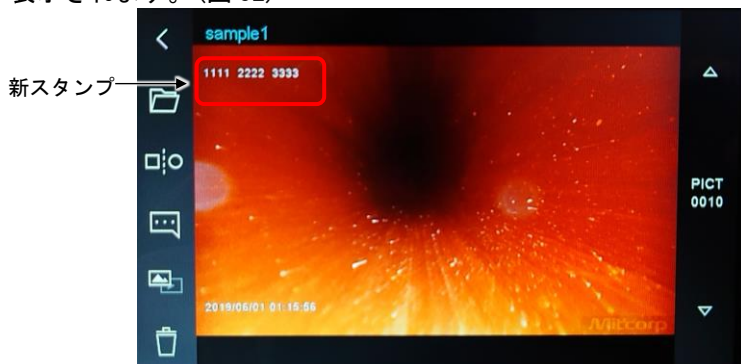

図 32
5. 静止画／動画を撮影している時や、保存された静止画／動画にはスタンプが表示されます。(図 32)